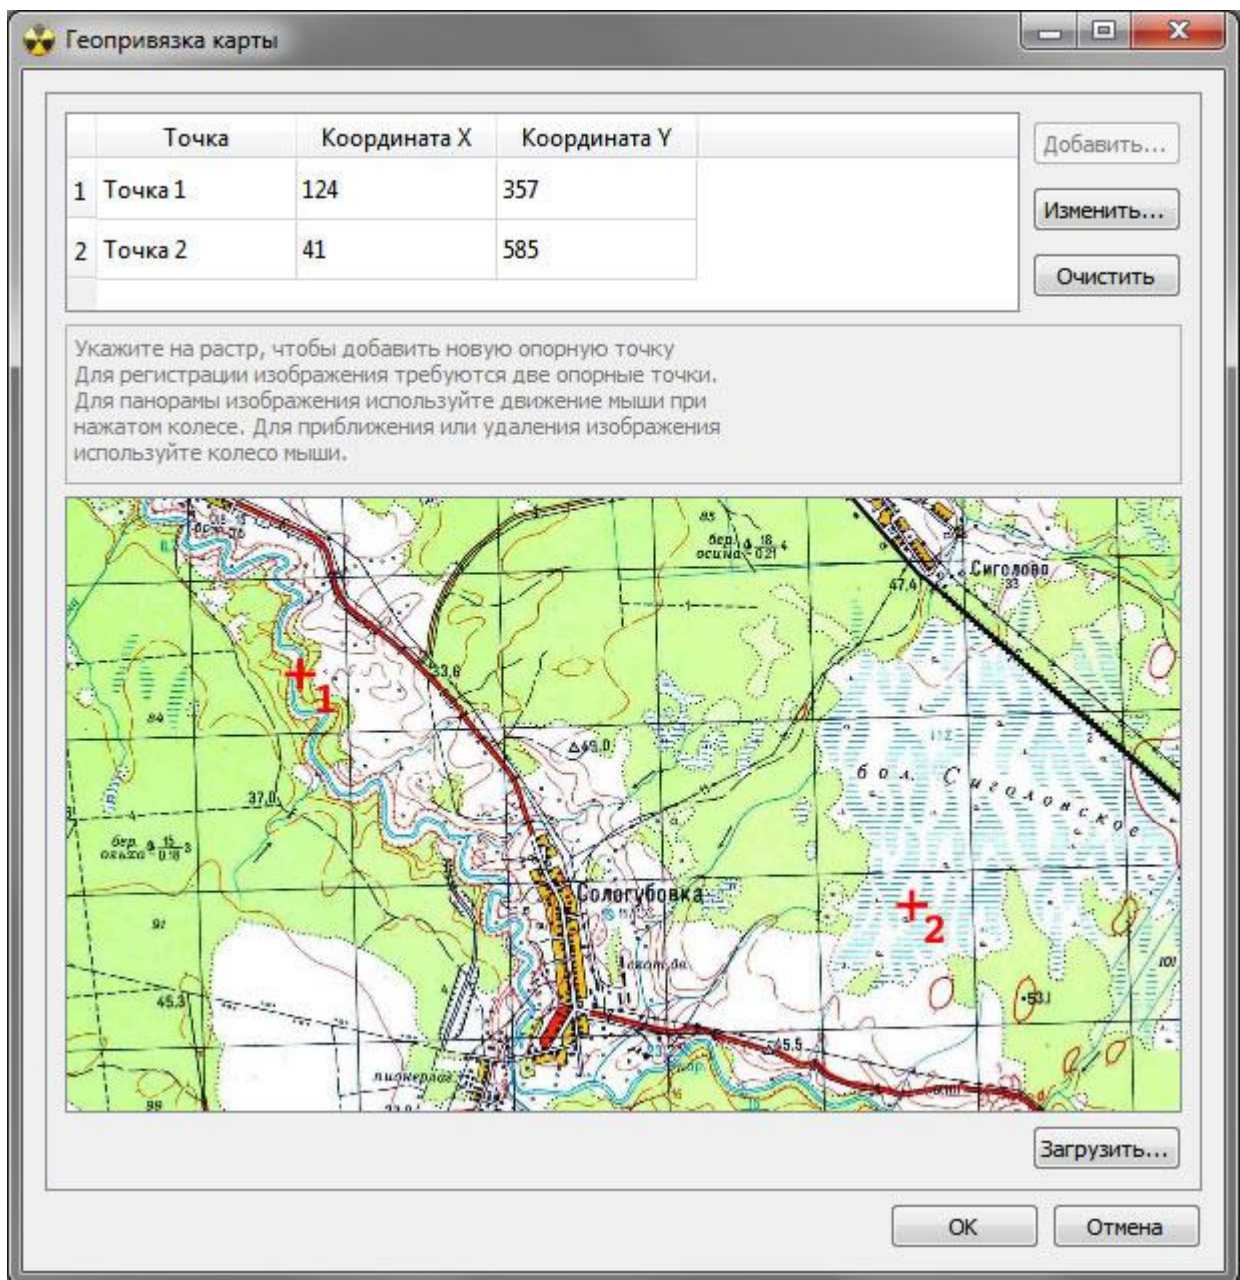

Рисунок 11 – Диалог привязки графического файла
Для регистрации графической подложки необходимо выбрать пункт «Импорт и геопривязка карты» в Помощнике. В открывшемся диалоге (см. рисунок 11) нажмите кнопку «Загрузить» и выберите графический файл формата JPG, BMP, PNG, TIFF.
Для редактирования или удаления уже введенных опорных точек нужно выделить соответствующую строку и использовать кнопки «Изменить», «Очистить» в точке (1) (см. рисунок 11) соответственно. Для ручного ввода координат подложки и опорной точки используйте кнопку «Добавить».